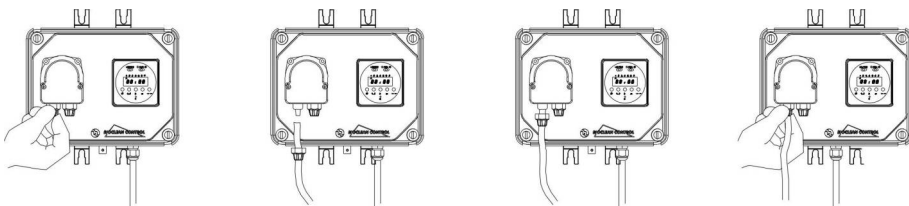

fig. 4
- 1) S'assurer qu'elle est débranchée du réseau électrique (les deux polarités) en retirant les conducteurs des points de contact du réseau en séparant les deux fils d'une distance minimum de 3 mm (fig. 4).
- d.- Fixer à fond les tubes sur les embouts coniques et les bloquer avec les écrous de fixation (fig. 4)